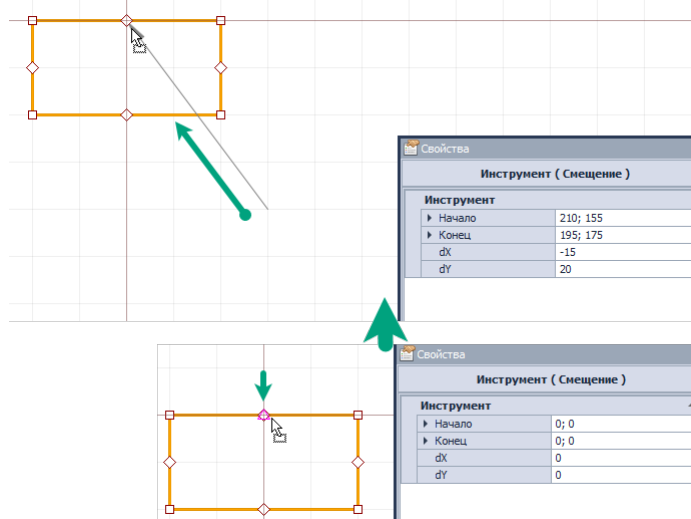

Рис. 363 Выбор точки редактирования для выполнения смещения объекта
3. Выберите одну из отмеченных точек редактирования объекта, от которой будет рассчитываться перенос (смещение объекта), Рис. 363.